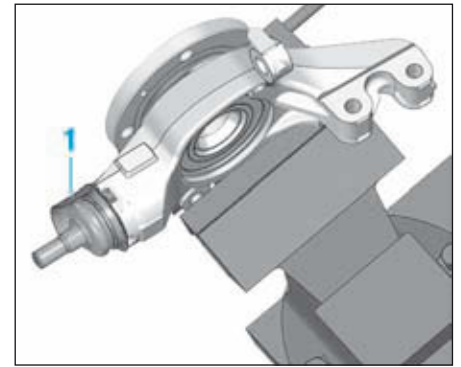

FIG.36
- Déposer, à l'aide d'un tournevis, la tôle de protection (1) (Fig.36).